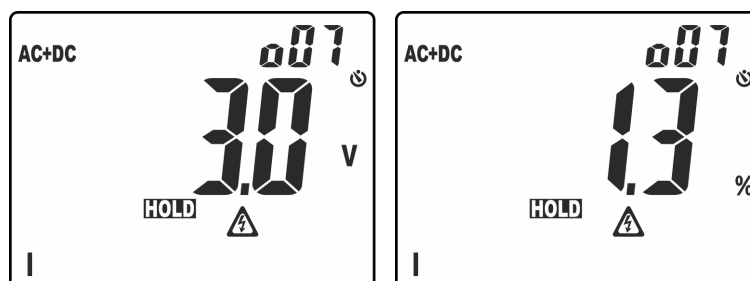

Fig. 4: Affichage du séquençement des amplitudes d'analyse harmonique
- Cliquer sur la touche de manière prolongée (au moins 2s) pour activer la fonction **H2O** (**H**igher **H**armonic **O**rding) de séquençement de l'amplitude des harmoniques. Dans ces conditions, la fonction « HOLD » est activée automatiquement ; le symbole « o » est présent devant l'ordre de l'harmonique affichée pour indiquer l'habilitation de la fonction de Séquençement. La barre graphique est désactivée et l'outil montre la valeur des amplitudes de toutes les harmoniques entre la valeur DC et la 25ème à l'exception de la fondamentale, en **ordre décroissant** à partir de l'harmonique ayant l'amplitude la plus importante comme montré dans la Fig. 4
Dans l'exemple de Fig. 4 l'harmonique d'une amplitude majeure correspond à l'ordre 7. Cliquer sur la touche  $\blacktriangle$  pour observer les amplitudes des harmoniques restantes et cliquer de nouveau sur la touche **H/H%/H▬** pour passer de l'affichage en valeurs absolues à l'affichage en pourcentages. Tourner le sélecteur pour quitter cette fonction.